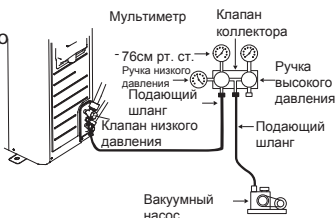

Рис.9
3. Повесть внутренний блок, закрепив монтажные пазы блока в верхних выступах задней панели, и проверьте надежность крепления (см. Рис.9).